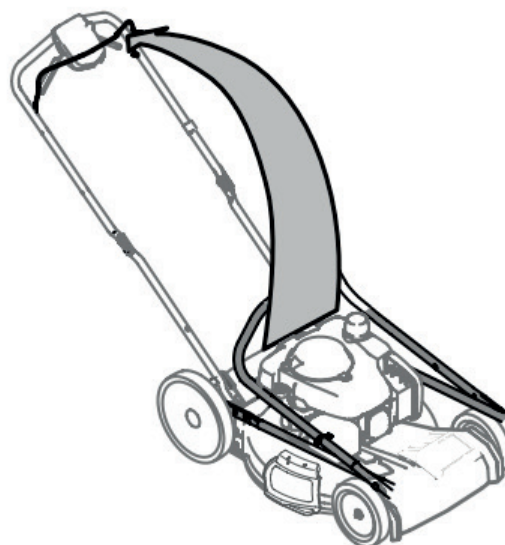

Рис. 7
3. Зафиксируйте газонокосилку так, чтобы она не передвигалась, и аккуратно поднимите и разложите верхнюю часть рукоятки в рабочее положение (рис. 7). Проверьте, что нижняя часть рукоятки плотно зафиксирована в кронштейнах. Не зажмите тросы управления привода ножа или привода колес при подъеме рукоятки.